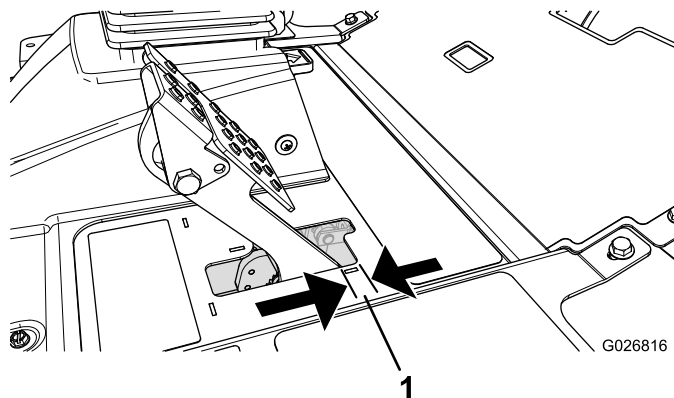

図 87
ブレーキペダルの「遊び」図 87が 2.5 cm 以上となったり、強く踏み込まないとブレーキの効きが悪いと感じられるようになったら、調整を行ってください。遊びとは、ブレーキペダルを踏み込んでから抵抗を感じるまでのペダルの行きしりを言います。
2. 後ナットを締めてケーブルを後方に移動させて、ホイールがロックする前のブレーキペダルの遊び図 87が 0.63-1.27 cm になるように調整する。